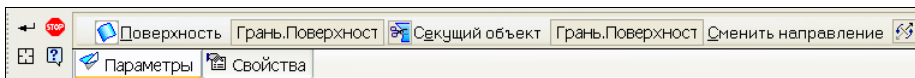

Рис. 30.25. Панель свойств: Усечение поверхности
- ◆ вызовите команду **Усечение поверхности**  и укажите поверхность для усечения. На Панели свойств: Усечение поверхности (рис. 30.25):